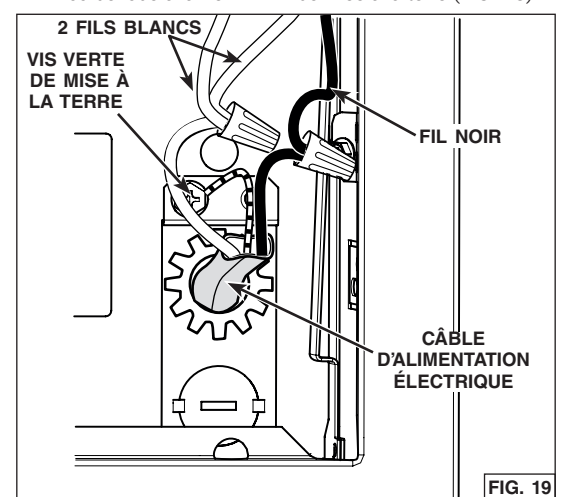

FIG. 19
1. À l'aide de capuchons de connexion appropriés (non inclus), connecter les fils du câble d'alimentation électrique aux fils de la hotte comme suit : le fil NOIR au fil NOIR, le fil BLANC aux deux fils BLANCS et le fil VERT ou dénudé à la vis VERTE de mise à la terre (FIG. 19).